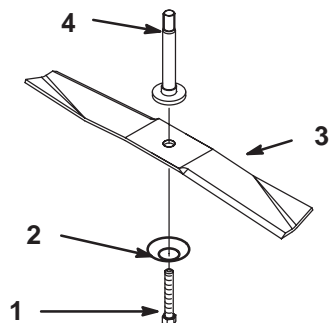

Figure 25
3. Enlevez le boulon, la rondelle bombée et la lame (Fig. 25). Pour enlever le boulon, bloquez éventuellement la lame en introduisant une cale en bois entre la lame et le carter de tondeuse.